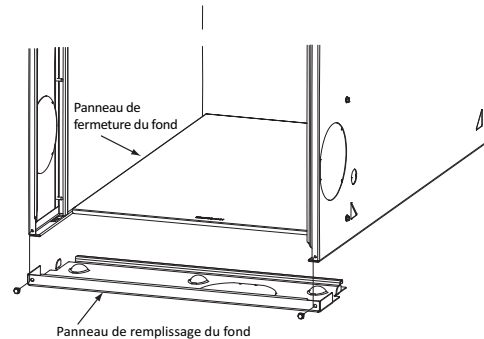

Figure 9 – Retrait du panneau de fermeture du fond.
- Inclinez ou soulevez la chaudière et retirez les deux vis fixant le panneau de remplissage inférieur (voir la Figure 9).
- 1. Inclinez ou soulevez la chaudière et retirez les deux vis fixant le panneau de remplissage inférieur (voir la Figure 9).
1. Inclinez ou soulevez la chaudière et retirez les deux vis fixant le panneau de remplissage inférieur (voir la Figure 9).